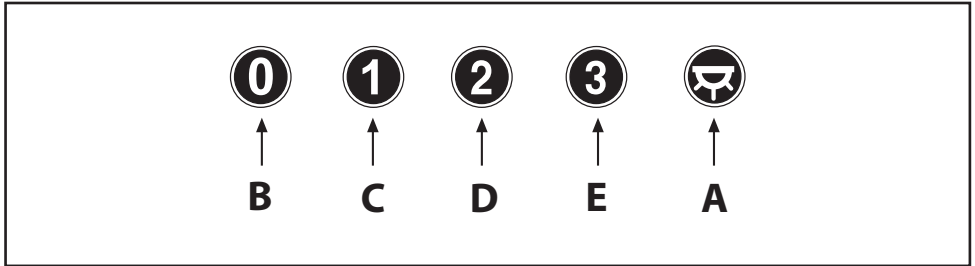

Fig.12
• **Comandi meccanici (Fig.12)** la simbologia è di seguito riportata: